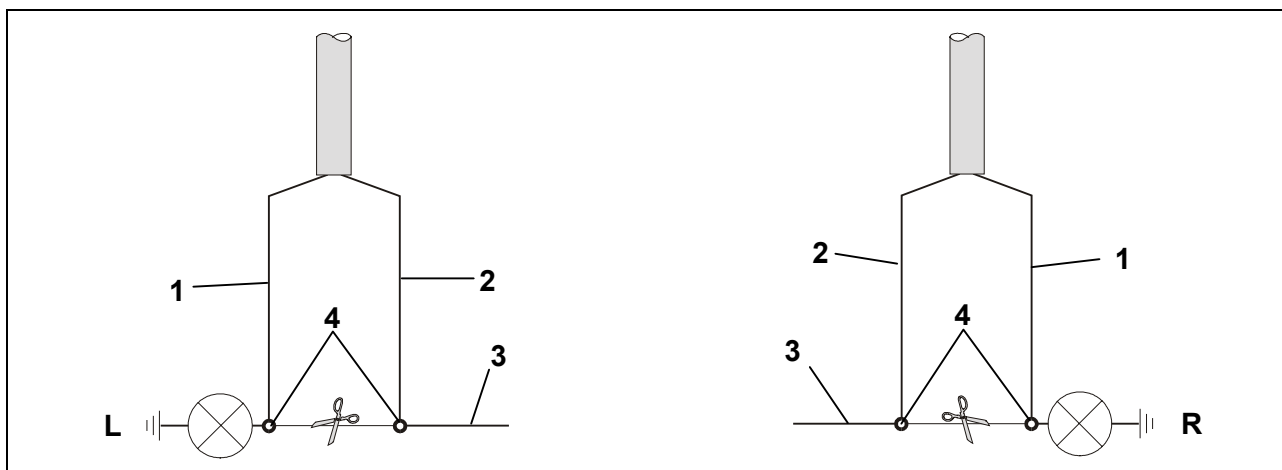

Abb. 2: Nebelschlussleuchte
13. Die einzelnen Leitungen des fahrzeugseitigen Leitungsstranges ausmessen und am Anschluss (Abb. 2/4), wie in der Abb. 2 dargestellt, anschließen. Leitung an geeigneter Stelle durchtrennen.
14. Die mitgelieferten Steckverbindungen (Abb. 2/4) anbringen und verrasten.